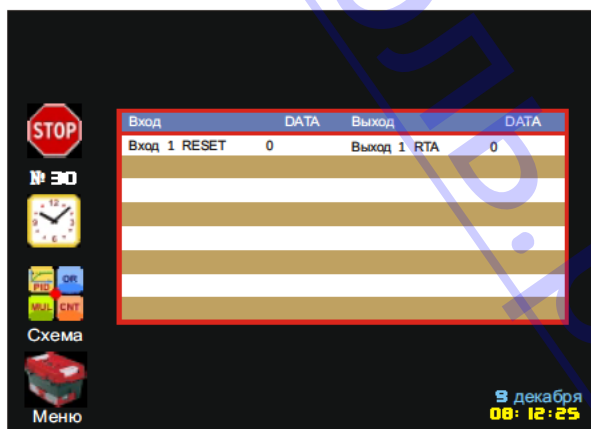

Рис. 113. Меню "Процесс" (Блок "Таймер RB").
9.4.17 В меню **Процесс** блок Таймер RB представлен в виде таблицы, в которой находится информация о состоянии входа и выхода блока в данный момент времени (Рис. 113).